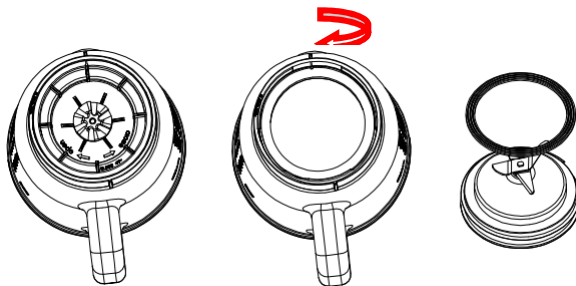

Fig.8
4. Desmonte todas las piezas. Separe el vaso del cuerpo de la unidad. Para desmontar la base de la cuchilla, gire al sentido contrario a las agujas del reloj y quite la junta de silicona (fig 8).